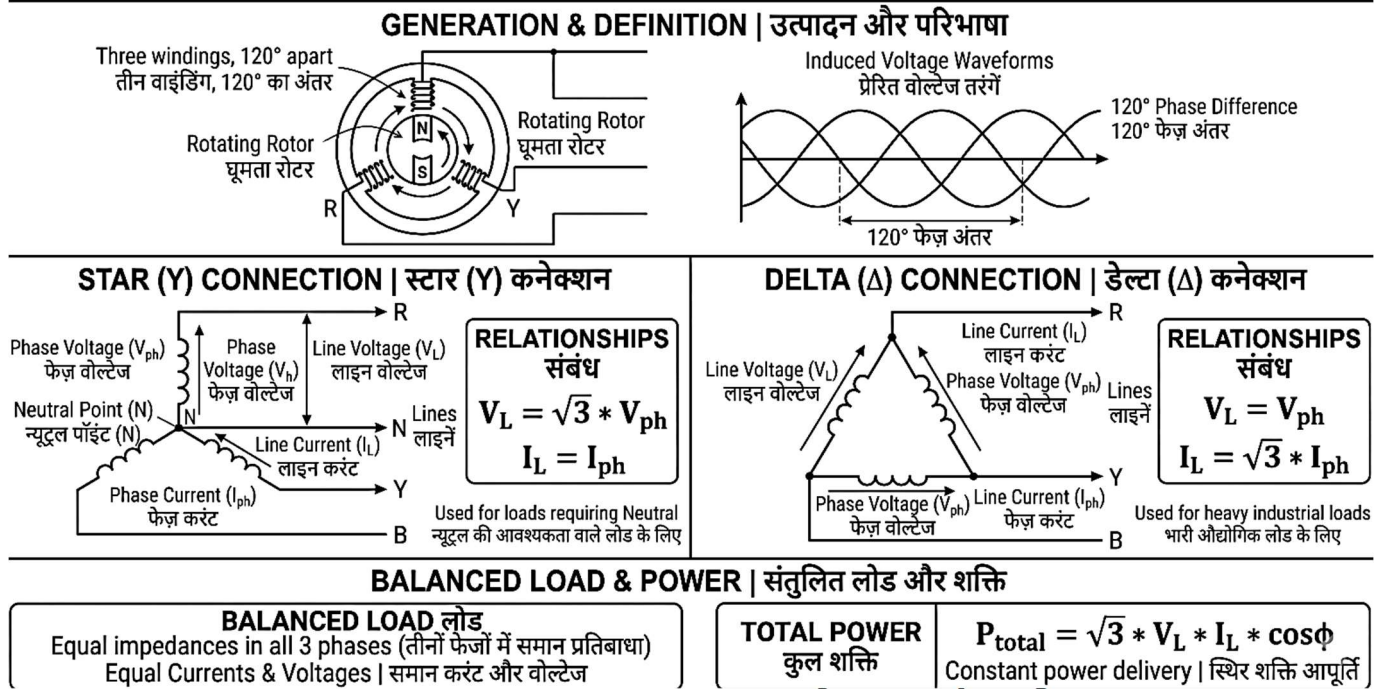

Fig. 5.7: Three-Phase AC Fundamentals | त्रि-चरण AC के मूल सिद्धांत
5.7.1 Introduction (Fig. 5.7)
5.7.1 परिचय (Fig. 5.7)